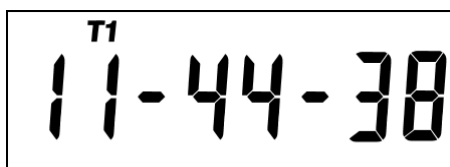

Рисунок 90 – Время
6.9.5 Окно вывода даты-времени по встроенным часам реального времени, см.рисунок 90, 91.